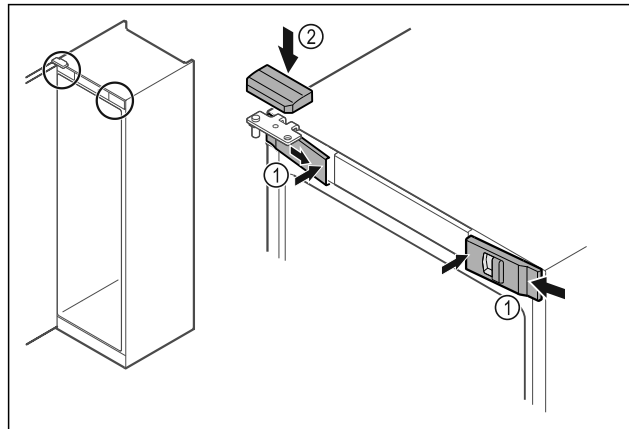

Fig. 53
- Αναρτήστε τα μπροστινά καλύμματα Fig. 53 (1) στο πλάι και κουμπώστε τα εσωτερικά.
- Κουμπώστε το επάνω κάλυμμα Fig. 53 (2) από πάνω.